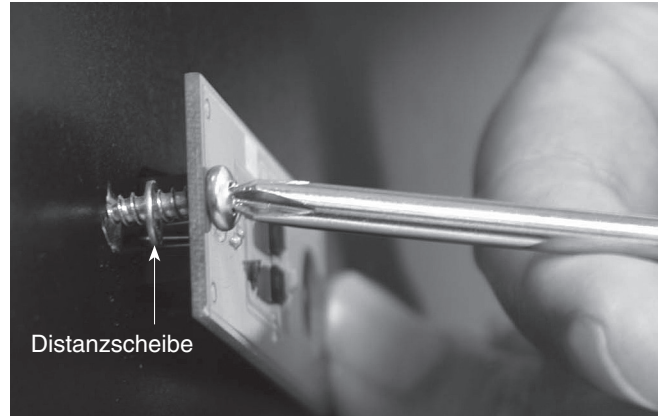

Abbildung 3a. Die Distanzscheibe wird zwischen die Platine für den Azimut-Encoder und die obere Basisplatte der Dobson-Basis gelegt.
3. Schrauben Sie die beiden Seitenwände (C) zusammen mit der Frontplatte mit Hilfe der restlichen sechs Befestigungsschrauben in die Bohrungen der oberen Basisplatte (D). Die Seite der Basisplatte mit der Pilotbohrung in der Nähe der quadratischen Aussparung sollte nach unten weisen. Ziehen Sie alle sechs Schrauben fest.
5. Montieren Sie die Platine für den Azimut-Encoder (E) an der Unterseite der oberen Basisplatte (D). Stecken Sie eine Schraube zum Befestigen der Encoder-Platine in die Bohrung auf der Platine, und legen Sie die kleine Distanzscheibe (G) auf die Schraube (Abbildung 3a). Führen Sie die Modulbuchse an der Encoder-Platine in die quadratische Aussparung der oberen Basisplatte ein. Richten Sie die Encoder-Platine dabei so aus, dass die Schraube in die dafür vorgesehene Bohrung in der Basisplatte passt und die große Aussparung der Encoder-Platine über der Bohrung in der Mitte der Basisplatte liegt. Drehen Sie die Schraube zum Befestigen des Encoders mit Hilfe eines Kreuzschlitz-Schraubendrehers in die dafür vorgesehene Bohrung, und ziehen Sie sie jedoch noch nicht vollständig fest. (Abbildung 3b).